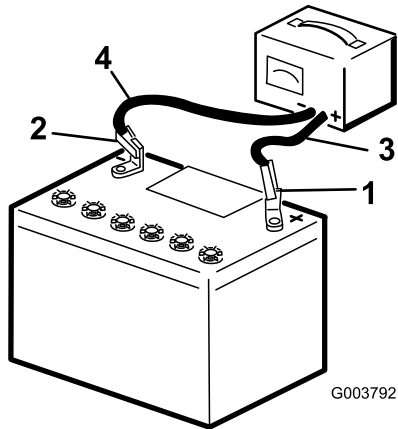

Figura 84
3. Conecte el cable negativo del cargador de la batería al borne negativo de la batería (Figura 84).
5. Cuando la batería esté completamente cargada, desconecte el cargador de la fuente eléctrica, luego desconecte los cables del cargador de los bornes de la batería (Figura 84).